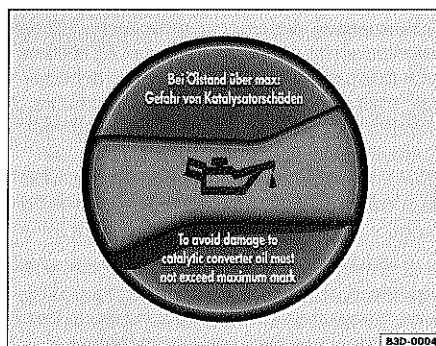

Fig. 10 Tapón de la boca de llenado de aceite en el vano motor
- Desenrosque el tapón de la boca de llenado de aceite del motor ⇒ fig. 10.